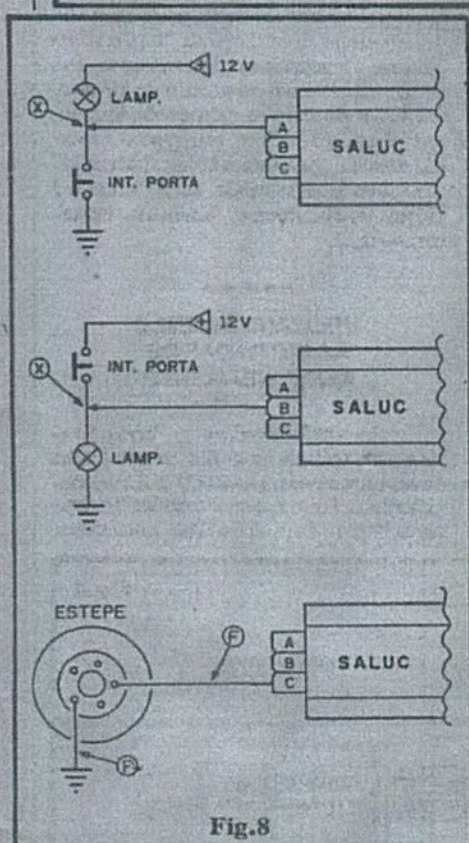

Fig. 8
- FIG. 8-A - Como é ativada por momentânea "negativação", se a Entrada "A" for controlada por um interruptor de porta (que normalmente acende a luz interna, de "cortesia"...), a conexão deverá ser feita ao ponto "X" indicado... Esse esquema vale, obviamente, para o caso (mais comum) do interruptor de porta ter um "lado" normalmente "aterrado", e o outro eletricamente ligado à lâmpada (cujo "outro" lado fica, permanentemente, energizado pelos 12V positivos...). Notem que nada precisa ser "mexido" ou modificado no sistema elétrico ou cabagens originais do veículo, bastando acrescentar a ligação "X"...
- FIG. 8-B - Em alguns casos, o interruptor de porta pode ser originalmente ligado conforme o diagrama, com um "lado" permanentemente recebendo os 12V positivos, e o "outro" conectado à lâmpada, que - por sua vez - tem o seu outro terminal "aterrado"... Em tal configuração, deve ser usada a Entrada "B" de sensoramento, acoplada eletricamente ao ponto "X" (nada precisa ser alterado nas conexões originais entre interruptor, lâmpada e alimentação do sistema elétrico do veículo...). Notem que, em qualquer dos casos (8-A ou 8-B) conexão de sensoramento é sempre feita entre o interruptor e a lâmpada...
- FIG. 8-C - A proteção de equipamentos (de estrutura metálica) que ficam normalmente dentro do carro (rádio, toca-fitas, estepe, macaco, etc.) também já foi descrita, mas o diagrama torna as "coisas" mais claras... O exemplo é dado "em cima" do estepe, mas a organização vale para qualquer dos casos sugeridos... Basta efetuar com fio fino (fácil de "arrebentar") e isolado, as conexões marcadas com
Em qualquer dos dois exemplos, os diodos 1N4148 apenas serão necessários se o Leitor/Hobbysta pretender fazer também as conexões ao interruptor de porta (fig. 8). Se a idéia for utilizar apenas os interruptores de balanço (ou outro tipo, sensível...), os diodos não precisam ser intercalados, podendo os ditos sensores serem ligados diretamente (entre "A" e "massa", no primeiro exemplo, ou entre "B" e 12 VCC positivos, no segundo...).